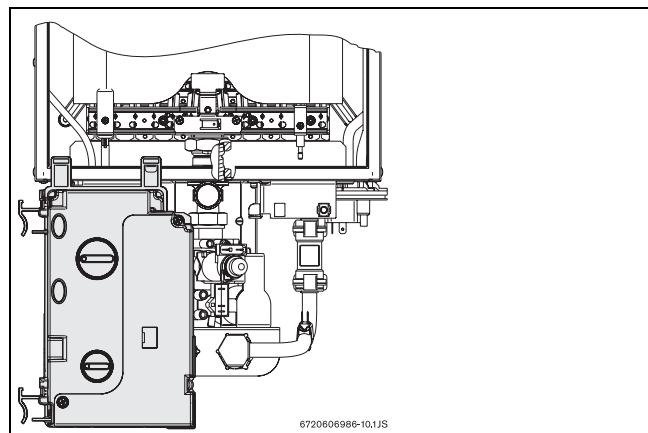

Fig. 14 Posizione d'aggancio del quadro comandi (accesso alle regolazioni gas)
- ▶ Dopo l'estrazione del quadro comandi, agganciarlo come da Fig. 14.